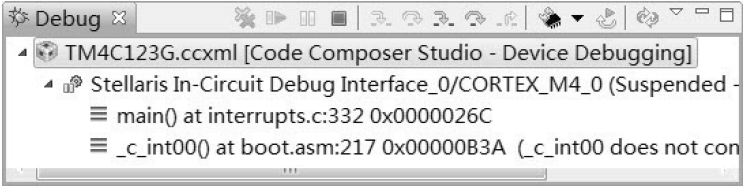

图 7-6 导入编译生成的 .out 文件到 EK - TM4C123GXL 中
b) 首先单击工具栏中的图标连接 EK - TM4C123GXL 板子, 然后单击图标导入 .out 文件到板中, 如图 7-6 所示。